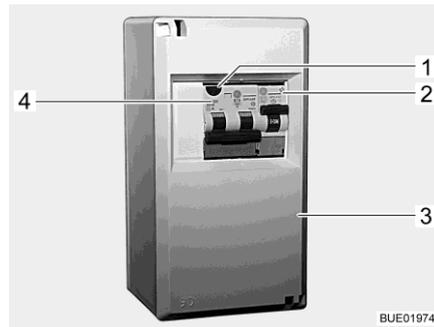
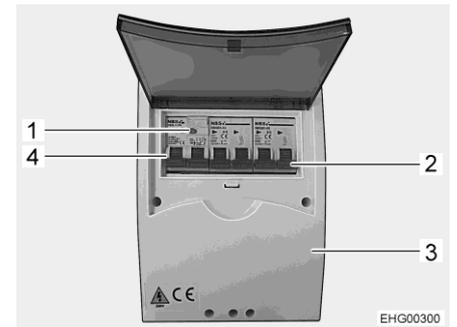

Fig. 192 Coffret de fusibles 230 V
Fig. 193 Coffret de fusibles 230 V (variante)
- Couper les disjoncteurs de protection de circuit (Fig. 192,2, Fig. 192,4 ou Fig. 193,2, Fig. 193,4) dans le coffret de fusibles (Fig. 192,3 ou Fig. 193,3).
- Quand le véhicule est raccordé sur l'alimentation 230 V, appuyer sur la touche de contrôle (Fig. 192,1 ou Fig. 193,1) du disjoncteur différentiel/disjoncteur de protection de circuit combiné (Fig. 192,4 ou Fig. 193,4) dans le coffret de fusibles (Fig. 192,3 ou Fig. 193,3). Le disjoncteur différentiel doit se déclencher.